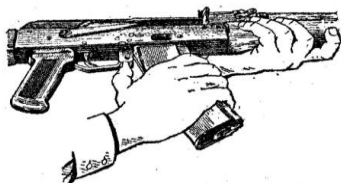

Рис. 19. Отделение магазина
1. **Отделить магазин.** Удерживая автомат (пулемет) левой рукой за шейку приклада или цевье, правой рукой обхватить магазин (рис. 19); нажимая большим пальцем на защелку, подать нижнюю часть магазина вперед и отделить его. После этого проверить, нет ли